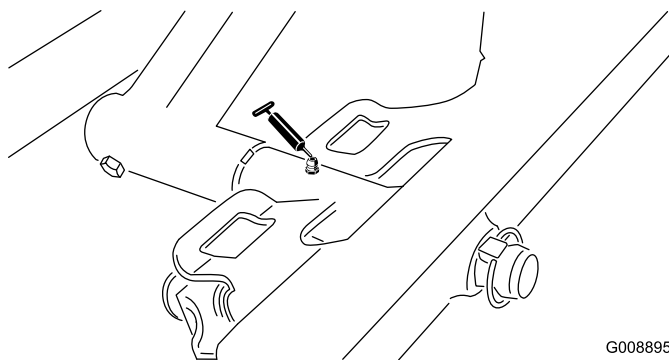

Figura 57
- Pivô da unidade de corte dianteira (Figura 57)